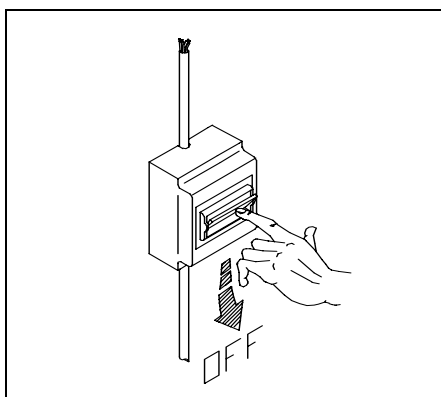

Fig. 5-1
**N.B.: Prima di qualsiasi intervento tecnico, scollegare l'apparecchio dalla rete elettrica. (fig. 5-1)**
**N.B.: Before any technical service, disconnect the machine from the mains. (fig. 5-1)**
**N.B.: Vor jedem kundendienst die machine vom stromnetz ausschalten. (fig. 5-1)**
**N.B.: Avant de toute intervention, débrancher l'appareil de l'électricité. (fig. 5-1)**
**N.B.: Desconecte siempre el aparato de la red antes de cualquier operación de arreglo. (fig. 5-1)**
**N.B.: Antes de qualquer intervento tecnico, desligar a máquina da rede eléctrica. (fig. 5-1)**
**N.B.: Alvorens technische ingrepen aan het apparaat uit te voeren moet het apparaat van het elektriciteitsnetafgekoppeld worden. (Afb. 5-1)**